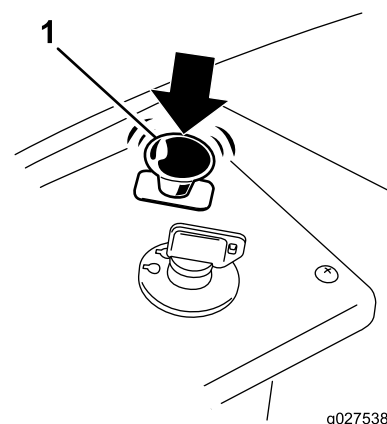

Figura 12
1. Desengrane las cuchillas moviendo el mando de control de las cuchillas a la posición de **DESENGRANADO** (Figura 12).